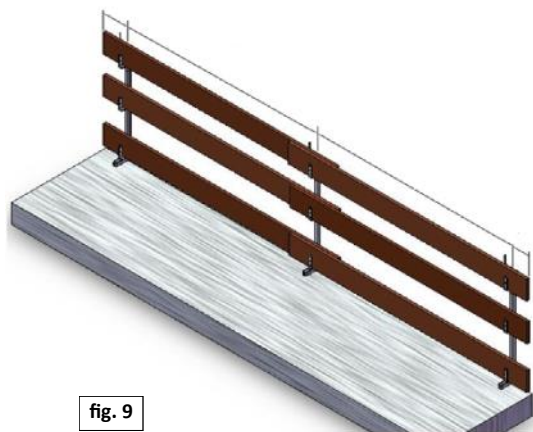

fig. 9
- Completare il montaggio del sistema di protezione provvisorio, inserendo negli appositi sostegni, le tavole (fig. 9 a pag. 9) in legno di abete o di altra essenza (classe minima di resistenza C16 – UNI EN 338), o con altri profili metallici di altezza non superiore ai 150mm e in grado di resistere ai carichi richiesti dalla normativa UNI EN 13374:2019;
- Le tavole (fig. 9) o i profili utilizzati devono essere integri sotto l'aspetto della resistenza e la loro lunghezza minima deve essere superiore di almeno 400 mm a due campate. (esempio: 1300 mm + 1300 mm + 200 mm + 200 mm = 3000 mm)